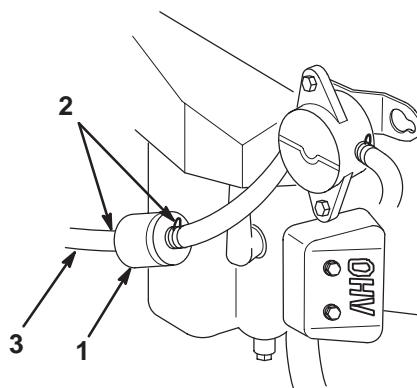

Figure 28
3. Pincez les extrémités des colliers et faites glisser ceux-ci pour les éloigner du filtre (Fig. 28).
5. Posez un filtre neuf et rapprochez les colliers de fixation du filtre (Fig. 28).
3. Desserrez le collier de serrage au niveau du filtre à carburant et repoussez-le le long de la conduite d'alimentation pour l'éloigner du filtre (Fig. 28).
4. Débranchez la conduite d'alimentation du filtre (Fig. 28).
6. Raccordez la conduite d'alimentation au filtre. Rapprochez le collier de serrage du filtre pour fixer la conduite d'alimentation (Fig. 28).